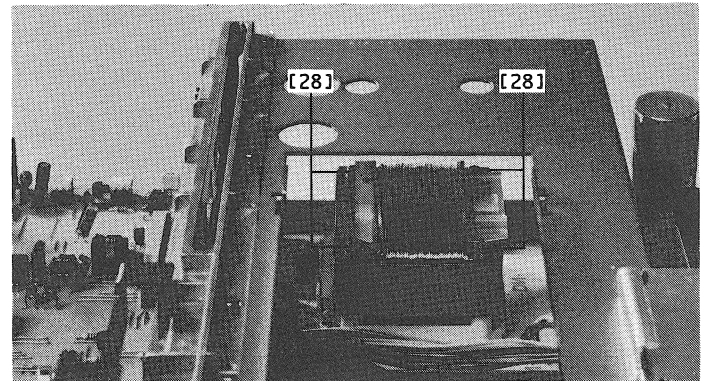
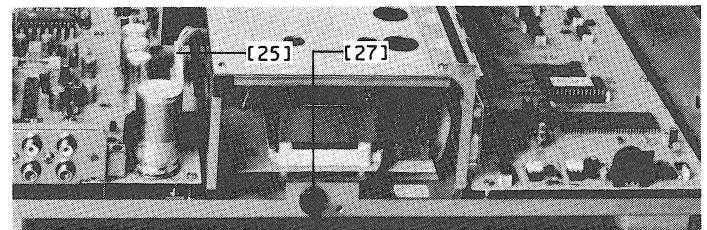
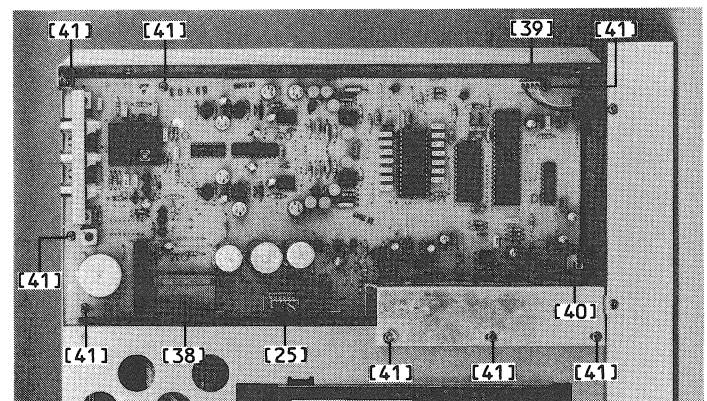
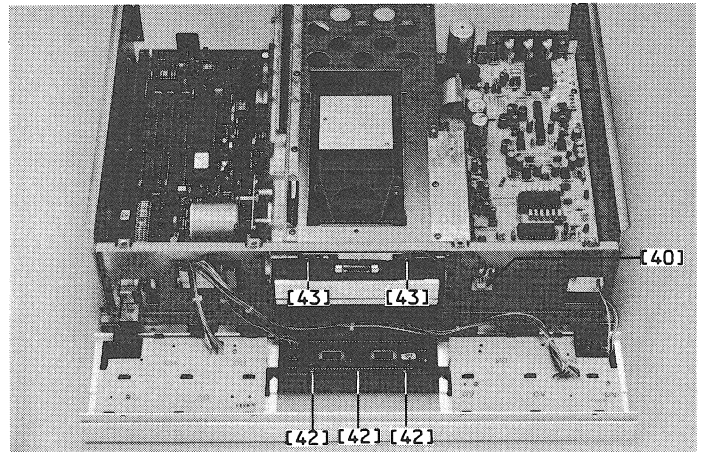

Fig. 2.9
Fig. 2.10
Fig. 2.12
Fig. 2.13
-> Fig. 2.9 / fig. 2.10
-> fig. 2.9 / fig. 2.12
-> fig. 2.13
-> fig. 2.12 / fig. 2.13